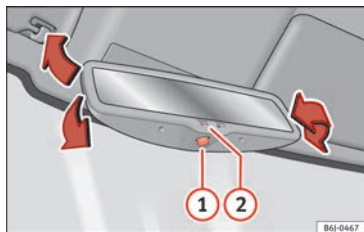

Fig. 17
Attivare la funzione anti-abbaglio automatica: premere il tasto ① » fig. 17. Si accende la spia ② e, quando la luce colpisce, lo specchietto retrovisore si oscura.
Disattivare la funzione anti-abbaglio automatica: premere il tasto ① » fig. 17. La spia ② si spegne.